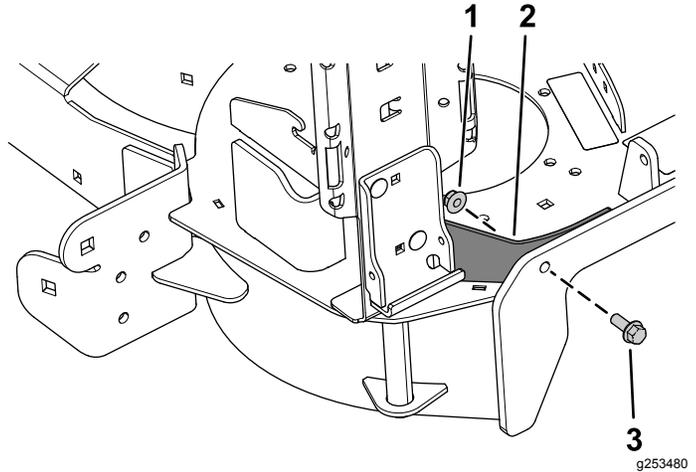

Figura 5
- Sujete la pletina de montaje a la carcasa de corte con el perno con arandela prensada ($3/8'' \times 1''$) y la contratuerca ($3/8''$), como se muestra en la Figura 5.